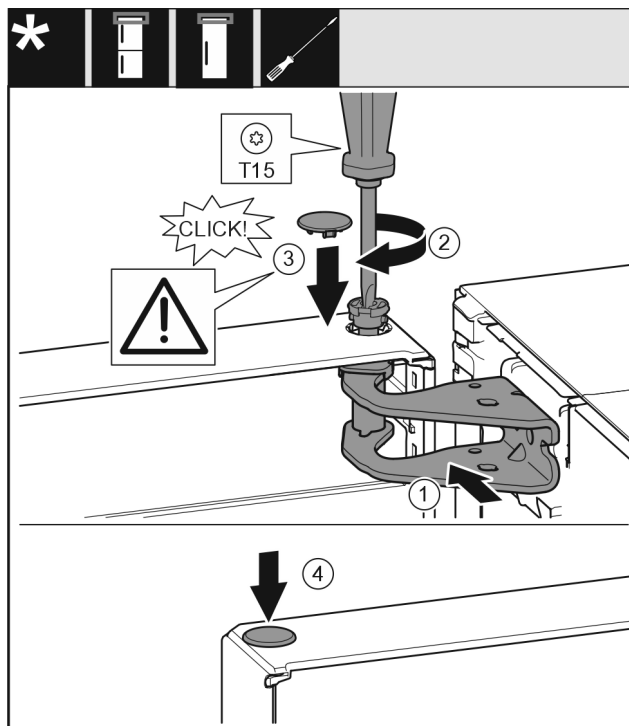

Fig. 22
- ▶ Wyrównać drzwi u góry względem otworu w płycie zawiasu. Fig. 22 (1)
- ▶ Założyć sworzeń i dokręcić śrubokrętem T15. Fig. 22 (2)
- ▶ Zamontować osłonę bezpieczeństwa w celu zabezpieczenia drzwi: Włożyć osłonę zabezpieczającą i sprawdzić, czy przylega ona do drzwi. Ponadto założyć całą sworzeń. *Fig. 22 (3)*
- ▶ Założyć zatyczkę. *Fig. 22 (4)*